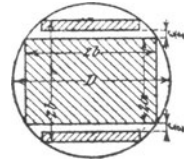

Fig. 150.
290. Bestimme den Eisenquerschnitt und Füllfaktor für  $D = 10$  [12] (14) cm, wenn der Querschnitt zwei Spalte von je 0,5 cm Weite erhält (Fig. 150).